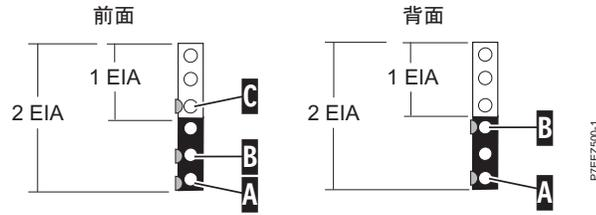

図2. ラック・フレームの前面および背面の穴のマーキング
1. ラック前面に向かって右側から作業を行い、システムで使用する最下部 EIA 単位の位置を見つけます。EIA 位置をメモします。5 ページの図2 に示すように、テープ、マーカー、または鉛筆を使用して、この EIA 単位の下部の穴に **A** とマークを付けます。また、ラックの後部から見えるようにラックにマークを付けます。
2. 図2 に示すように、**A** というマークによって識別されている穴から始め、1 つ上の穴に **B** という 2 番目のマークを付けます。ラックの背面からも見えるように、ラックにマークを付けます。
3. 図2 に示すように、**B** というマークによって識別されている穴から始め、2 つ上の穴に **C** という 3 番目のマークを付けます。
7. 図2 に示すように、**A** というマークによって識別されている穴から始め、2 つ上の穴に **B** という 2 番目のマークを付けます。